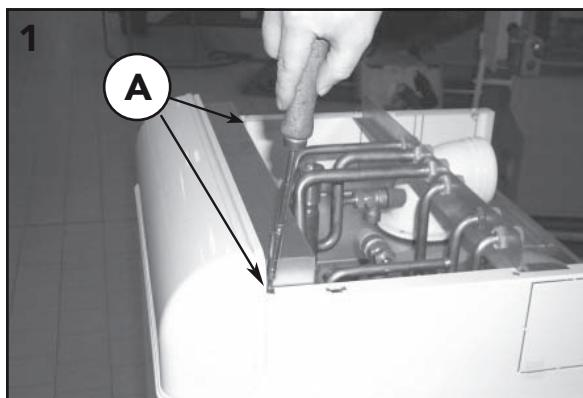

fig. 11a
- 1- Svitare le 2 viti "A" fig. 11a